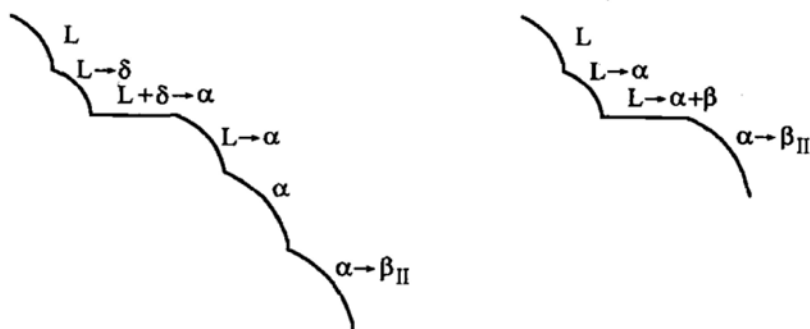

图 16-3 第三题第 1 小题解答图
(3) 分析略。如图 16-3 所示。
(4) 合金 I 相组成: $w_{\alpha} = \frac{ec_1}{be} \times 100\%$; $w_{\beta} = \frac{bc_1}{be} \times 100\%$ 。